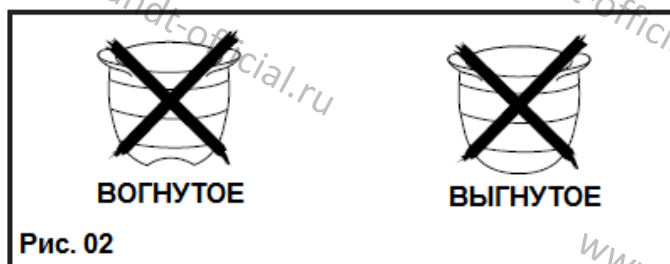

Рис. 02
- на пластине основания карандашом нарисуйте линию, как показано на Рис. 02;
- Не используйте посуду с вогнутым или выгнутым дном (Рис. 02).